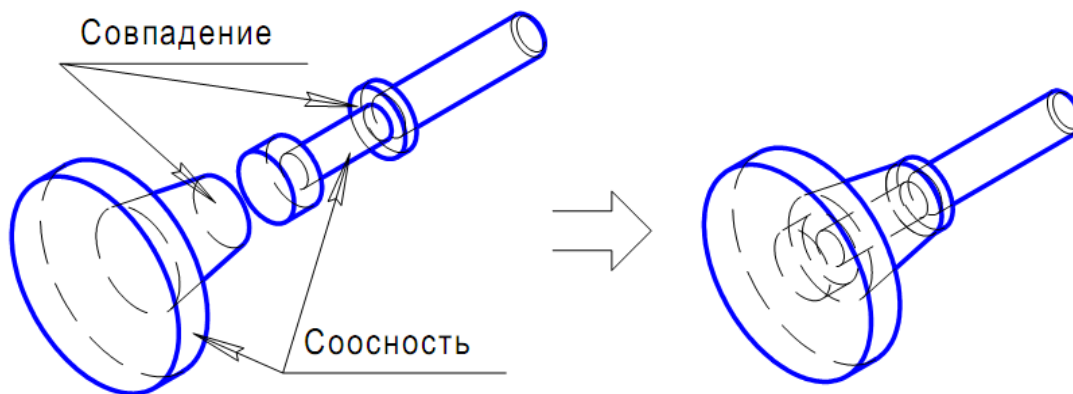

Рисунок 87.
4. На панели «Сопряжение» выберите команду «Соосность». Отметьте последовательно две цилиндрические поверхности на пластмассовой части и винте (рисунок 87). После отработки данного сопряжения пластмассовая часть и винт будут расположены на одной оси.
4. На панели «Сопряжение» выберите команду «Совпадение». На модели винта отметьте его торцевую поверхность (рисунок 87). Далее композицию элементов чертежа разверните так, чтобы оказался видимым правый торец пластмассовой части. На полученной ориентации модели отметьте требуемый торец. После выполнения сопряжения «Совпадение» модель сборки примет окончательный вид (рисунок 87). Сохраните сборку с именем **Винт специальный**.